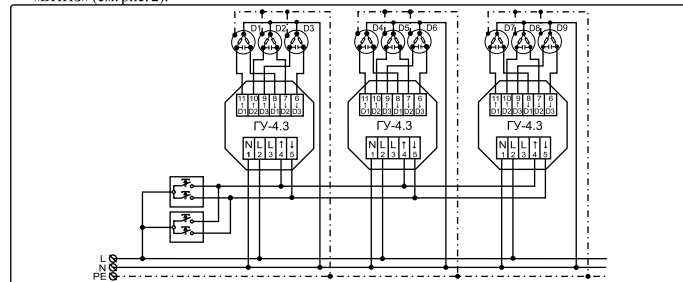

Рисунок 2. Схема подключения трех ГУ-4.3 для управления 9-ю моторами
- При необходимости управления группой роллет из нескольких точек подключить второй выключатель (см. рис. 2).
- Подключить клеммы 4 всех ГУ-4.3 к контакту выключателя, отвечающему за направление «ВВЕРХ» (см. рис. 2).
- Подключить клеммы 5 всех ГУ-4.3 к контакту выключателя, отвечающему за направление «ВНИЗ» (см. рис. 2).